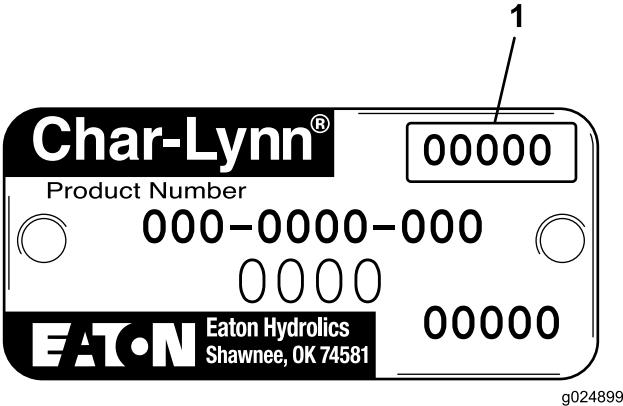

Figura 2
2. Il codice data in formato giuliano (Figura 2) confermerà che il motore appartiene al lotto in questione. I motori in questione avranno un codice data da 14311 a 19511.
Figura 2 ruote motrici